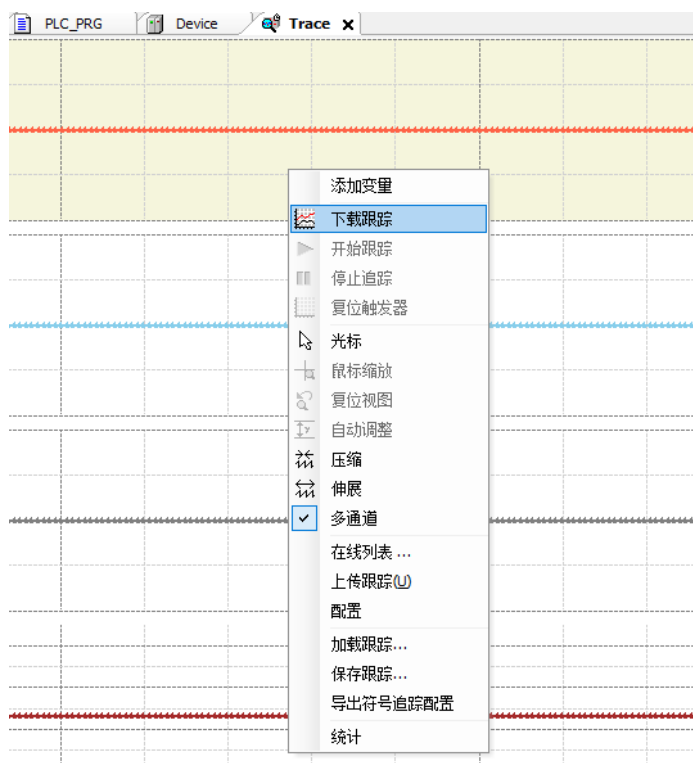

图 5.56 下载跟踪曲线
- 运行程序后，在变量跟踪界面上点击鼠标右键，选“下载跟踪”，如图 5.56 所示，即可开始记录所添加变量的变化曲线。